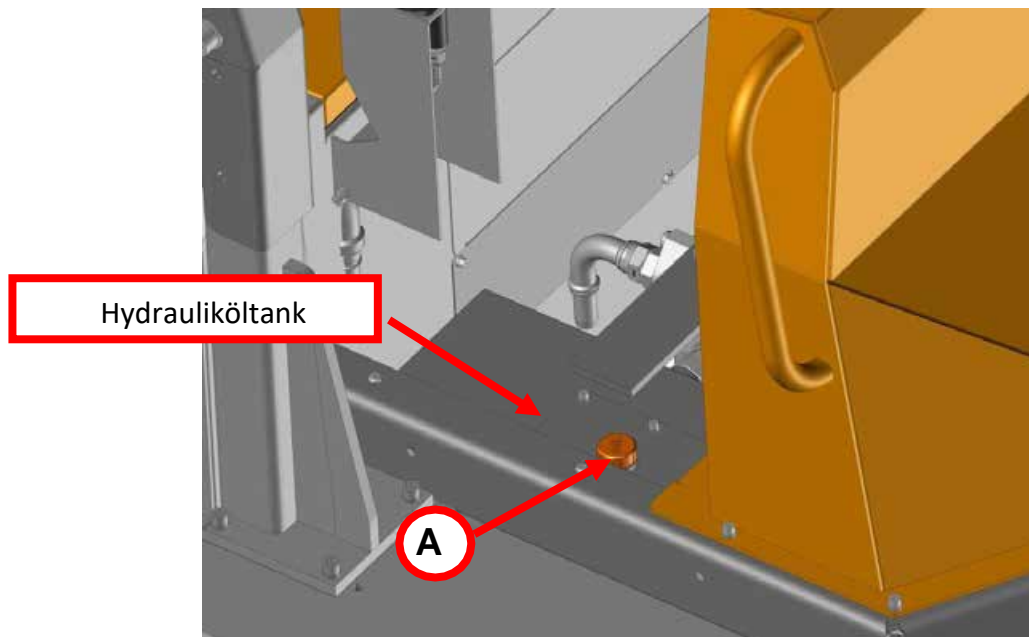

Abbildung 40. Hydrauliköltank
Um auf den Hydrauliköltank zuzugreifen, befolgen Sie das Verfahren von 7.3.1 Motorabdeckungen, um das Trittbrett zu entfernen. Der Hydrauliktank befindet sich unter dem Trittbrett auf der rechten Seite (Abbildung 40). Gehen Sie wie folgt vor, um den Hydrauliköltank zu prüfen / zu füllen:
6. Öffnen Sie den Deckel A wie in Abbildung 40 gezeigt, um den Druck im Hydrauliköltank abzulassen